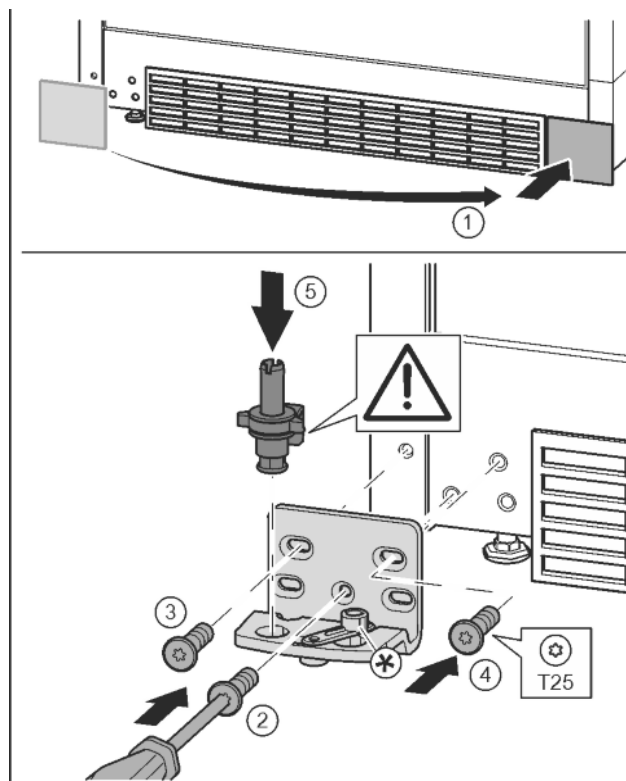

Fig. 18
- ▶ Sejměte kryt a připevněte jej na druhé straně. *Fig. 18 (1)*
- ▶ Nasadte stojan ložiska na druhé straně a přišroubujte pomocí šroubováku T25. Začněte šroubem 2 dole uprostřed. *Fig. 18 (2)*
- ▶ Pevně utáhněte šroub 3 a 4. *Fig. 18 (3, 4)*
- ▶ Zcela vložte ložiskový čep. Přitom dávejte pozor, aby zajišťovací vačka směřovala dozadu. *Fig. 18 (5)*